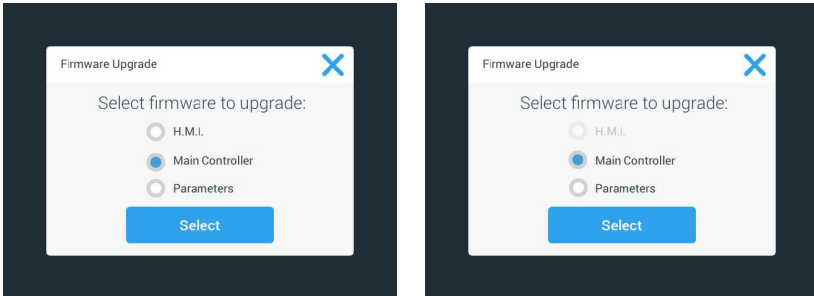

Abbildung 120: Zu installierendes Firmware-Element auswählen
11. Liegt ein Firmware-Upgrade vor, wird die in Abbildung 120 gezeigte Liste auf dem Bildschirm Firmware-Upgrade angezeigt. Tippen Sie auf das Firmware-Element, für das Sie ein Upgrade durchführen möchten.